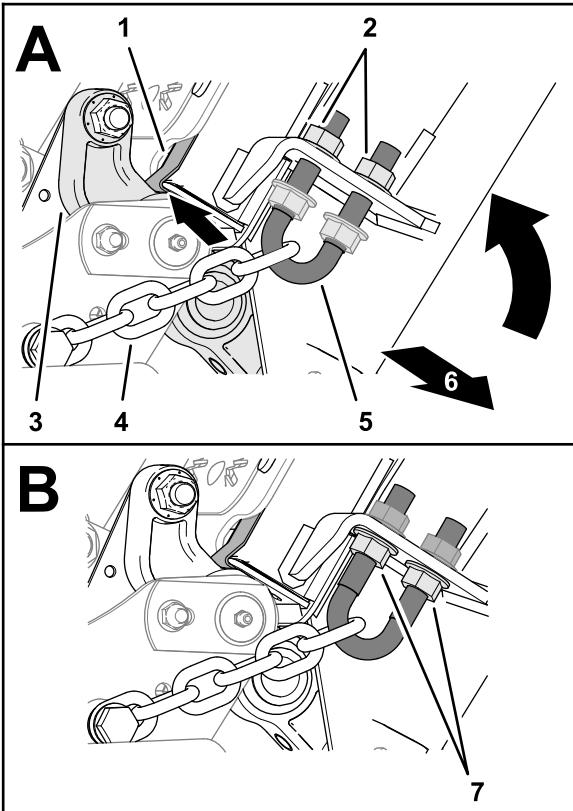

Figure 37
- 1. À l'avant du plateau, serrez les écrous à embase crantée extérieurs jusqu'à ce que les chaînes soient tendues (Figure 37).
2. Vissez les écrous à embase crantée intérieurs (Figure 37) et serrez-les à un couple de 103 à 127 N·m.